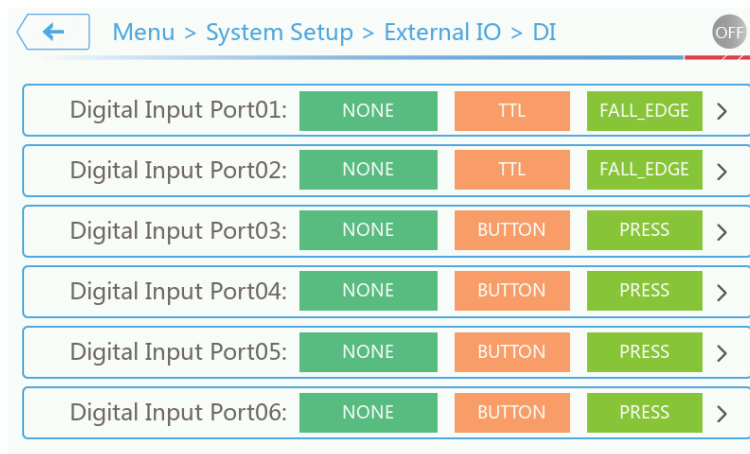

图 3-45 数字输入功能界面图
3、数字量输入功能。在外部使能状态下可通过使能来控制 S7000 的触发_short、触发_list、启停、复位、急停。（有效电平或脉冲持续时间为 10ms），具体见下图 3-45。